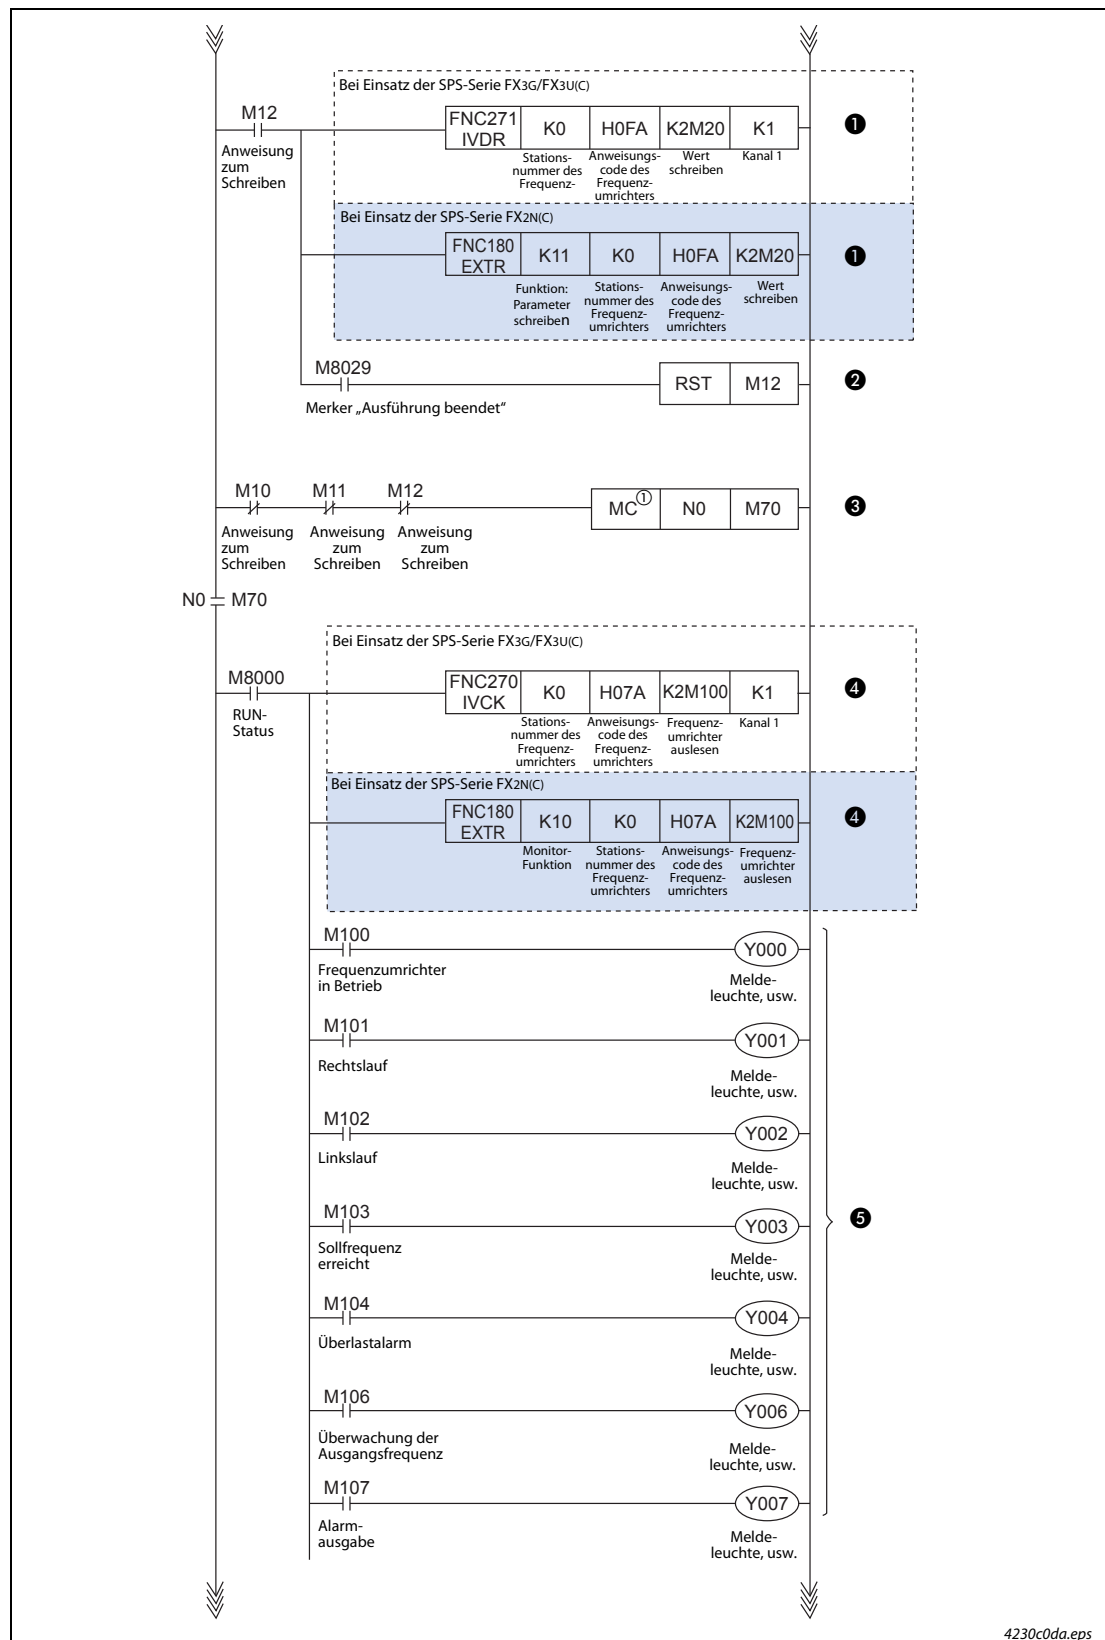

Abb. 4-19: Kontaktplan des Programmbeispiels (4)
⑥	Der Betrieb wird über die Eingänge X002 oder X003 gestartet
⑦	Zum Start des Rechtslaufs wird das Bit 1 des Anweisungscode H0FA eingeschaltet.
⑧	Zum Start des Linkslaufs wird das Bit 2 des Anweisungscode H0FA eingeschaltet.
⑨	Die Änderungen der Betriebssignale (M20–M27) für den Frequenzumrichter werden erfasst.
Tab. 4-13: Beschreibung des Kontaktplans in Abb. 4-19 (3)